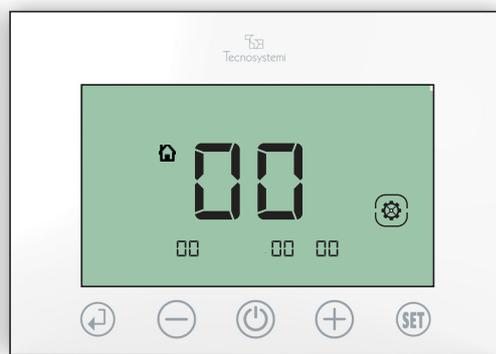

Fig.51
2. A questo punto le icone spariranno e sullo schermo verranno visualizzate le impostazioni azzerate. (Fig.51)